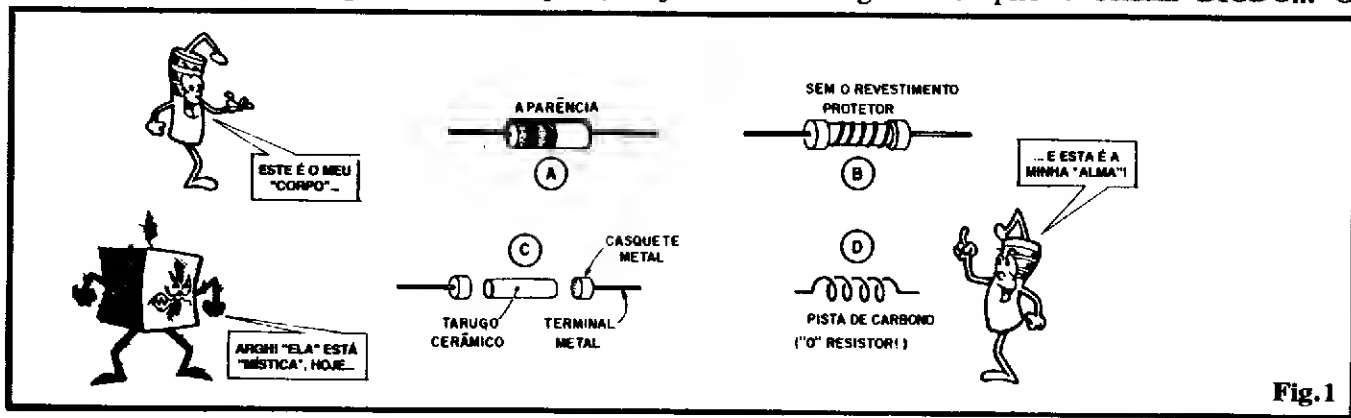

Fig. 1
- FIG. 1 - A esmagadora maioria dos chamados componentes "discretos" ou "unitários" é, na verdade, MAIOR DO QUE PRECISAVA ser, a nível puramente teórico! O tamanho externo, físico, final, de praticamente qualquer componente eletrônico, é ditado muito pouco pela sua real função, mas bastante pelas condições práticas construcionais dos circuitos e aparelhos! Vamos a uma analogia "crua", mas capaz de ilustrar bem a "coisa": o que realmente importa, efetivamente faz alguma coisa, numa simples faca de cozinha, é o fio, a linha aguçada de corte, enfim, aquela estreita faixa (1 ou 2 milímetros) de aço, devidamente amolada, capaz de seccionar os materiais a serem cortados. No entanto, para que alguém possa, confortável e seguramente, usar a dita faca, esta precisou ver o "restante" da lâmina, um volumoso cabo, os parafusos e arrebites de fixação, etc. A faca mesmo é só o "fio"! O resto é complemento funcional ou operacional! Se pudéssemos usar uma faca consistente apenas do "fio", esta seria menor, mais leve, mais barata, etc. Infelizmente, não há como - na prática - "simplificar" uma faca no sentido exemplificado (embora alguns dispositivos industriais de corte usem, na realidade, apenas um "fio", mesmo, de aço...!). Vejamos essa analogia
- FIG. 1-A - Um simples resistor, com seu corpo (aparentemente...) pequeno, anéis de cores indetificadoras do valor, terminais, etc. Vamos, primeiro, "desnudar" o coitado...
- FIG. 1-B - Removida a camada de tinta ou revestimento isolante/protetor externo, a peça teria a aparência mostrada, que pode ser "desmembrada" nos segmentos a seguir mostrados...
- FIG. 1-C - O substrato "mecânico" do resistor não passa de um tarugo de cerâmica, cilíndrico, a cujas extremidades encontram-se acoplados dois casquetes metálicos, ligados a terminais metálicos de acesso externo...
- FIG. 1-D - O RESISTOR mesmo, eletricamente falando, consiste apenas numa levíssima "pista" de carbono ou grafite, "recortada" em espiral sobre o tarugo/base! O peso, o volume físico do "resistor real", não deve ultrapassar, digamos, um centésimo dos parâmetros apresentados pela peça "inteira" (fig. 1-A)! Se pudéssemos - na prática - manipular e usar o "resistor real" (1-D), lidaríamos com algo muito menor, mais leve e... mais barato...!